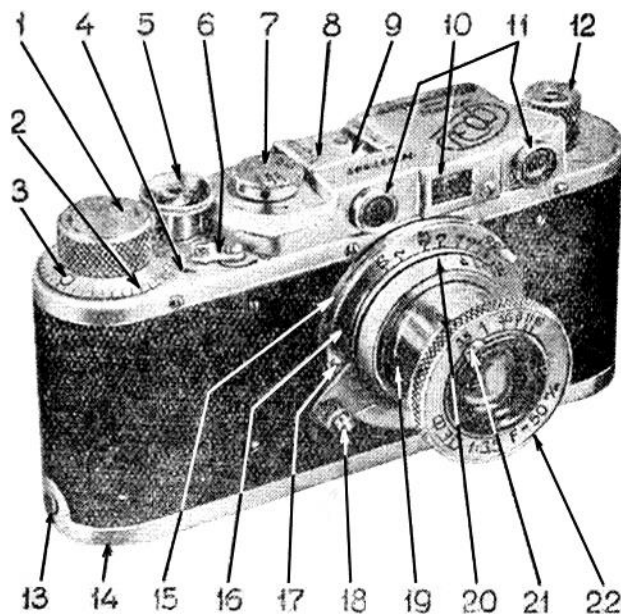
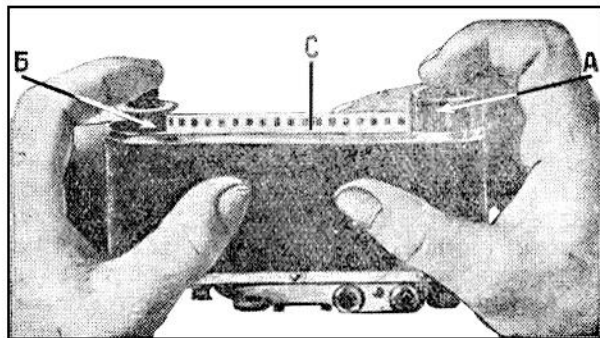
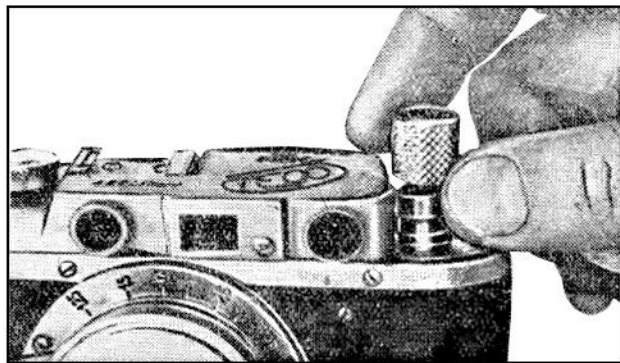

Рис. 2
Рис. 12
Рис. 13
2. Внешние детали механизма фотоаппарата и управление ими (см. рис. 2)
Проверьте в каком положении находится выключатель механизма затвора (6 на рис. 2). Затвор должен быть включен. Повернув заводную головку штормного затвора до отказа, заведите затвор и поставьте камеру объективом от себя.
Возьмите кассету «А» в правую руку, катушку «Б» в левую, введите пленку в прорез «С», равномерно опуская катушку и кассету в их гнезда (рис. 12). При опускании следите, чтобы конец пленки не выдернулся из-под пружины катушки. Если кассета не опускается на свое место, поверните головку обратной перемотки пленки (12 на рис. 2).
Установите нулевое деление шкалы счетчика снятых кадров (2 на рис. 2) против указателя (4 на рис. 2), для чего поверните лимб против направления стрелки на головке завода.
Для перемотки выключите механизм затвора, для чего нажмите на спусковую кнопку (объектив должен быть закрыт крышкой), поверните выключатель механизма затвора (6 на рис. 2) к букве «В». Поднимите вверх головку для перемотки заснятой пленки (12 на рис. 2) и вращайте ее по направлению стрелки, выгравированной на ее торце (рис. 13).
Окончание перемотки определяется по усилию, которое потребуется приложить для выдергивания пленки из катушки приема заснятой пленки, а также по прекращению вращения защитной гайки спусковой кнопки (5 на рис. 2). После выдергивания конца пленки поверните головку еще на 2—3 оборота, откройте аппарат, как было указано ранее, и выньте кассету.
Выключатель механизма затвора (6 на рис. 2) поверните в исходное положение до упора и заведите затвор, после чего аппарат может быть заряжен вновь.